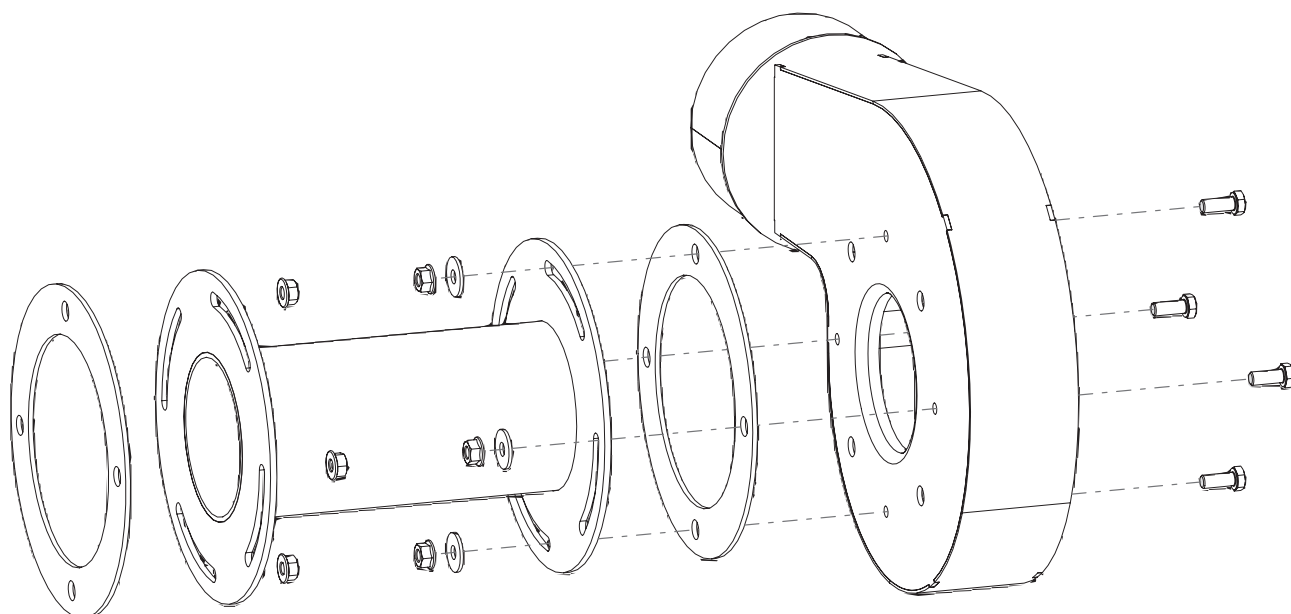

Fig. 61 Monter la volute du ventilateur sur l'adaptateur
- ▶ Visser d'abord les 4 vis à six pans M8 x 16 fournies depuis l'intérieur dans la volute du ventilateur, puis fixer la volute du ventilateur à l'adaptateur à l'aide du joint et de 4 écrous et rondelles – Fig. 61.